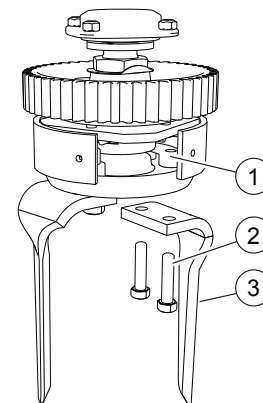

FIG. 38
- Einen Hebel zwischen den zwei Werkzeugen des gleichen Rotors einsetzen und mit Kraft bis zur Blockade (1, Fig. 38) vor der Öffnung drehen.
- Die zwei Schrauben losdrehen (2, "Fig. 38").
- Die Sperrung entfernen (1).
- Das Seitenmesser entfernen (3).